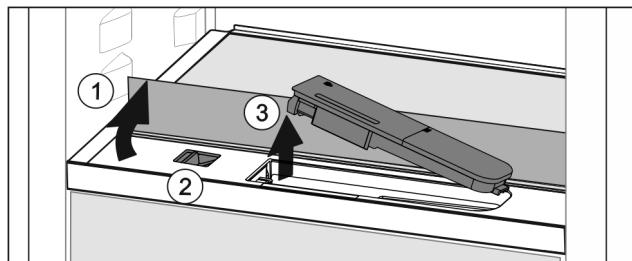

Fig. 114
- Підняти скляну панель і відкинути до упору назад Fig. 114 (1).
- Посуньте повзунок Fig. 114 (2) уліво.
- Вийняти бак для води Fig. 114 (3).